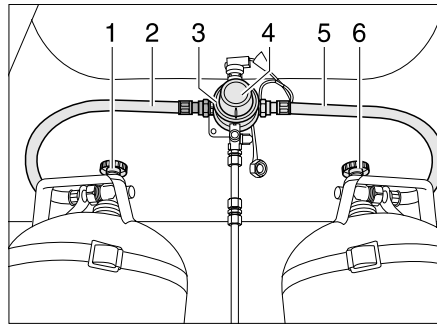
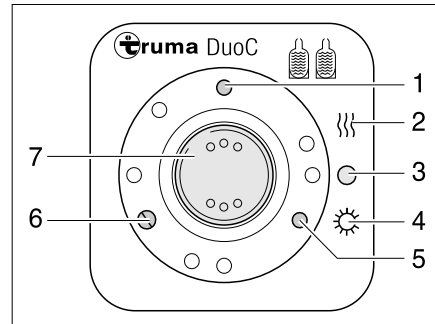

Bild 147 DuoControl-Umschaltanlage
Bild 148 Bedieneinheit
Die DuoControl-Umschaltanlage besteht aus einem Umschaltventil (Bild 147,3) und der Bedieneinheit (Bild 148). Das Umschaltventil ist zwischen den Gasschläuchen (Bild 147,2 und 5) montiert. Mit dem Drehknopf (Bild 147,4) am Umschaltventil kann bestimmt werden, welche der Gasflaschen als Betriebsflasche und welche Gasflasche als Reserveflasche verwendet wird.
An der Bedieneinheit (Bild 148) können nur die elektrischen Funktionen geschaltet werden. Die Haupt-Absperrventile der Gasflaschen (Bild 147,1 und 6) müssen von Hand geöffnet werden.
Das Umschaltventil gewährleistet einen konstanten Gasdruck, unabhängig davon, welche Gasflasche Gas liefert. Die zwei Kontroll-Leuchten an der Bedieneinheit zeigen den Füllstand der Betriebsflasche an. Wenn die grüne Kontroll-Leuchte (Bild 148,6) leuchtet, ist die Betriebsflasche voll. Wenn die rote Kontroll-Leuchte (Bild 148,5) leuchtet, ist die Betriebsflasche leer. Die Gasversorgung erfolgt dann über die Reserveflasche.
- Die Haupt-Absperrventile an den Gasflaschen (Bild 147,1 und 6) öffnen.
- Mit dem Drehknopf (Bild 147,4) am Umschaltventil (Bild 147,3) die Gasflasche wählen, der vorrangig das Gas entnommen werden soll (Betriebsflasche). Den Drehknopf immer bis zum Anschlag drehen.
- An der Bedieneinheit (Bild 148) die DuoControl-Umschaltanlage einschalten. Dazu den Wippschalter (Bild 148,7) auf Winterbetrieb "Ein und Heizen" (Bild 148,2) oder auf Sommerbetrieb "Ein" (Bild 148,4) stellen. Das Umschaltventil ist jetzt entlüftet. Die gelbe Kontroll-Leuchte (Bild 148,1) leuchtet, wenn Winterbetrieb gewählt wird und die Regler-Enteisungsanlage eingeschaltet ist.
- Den Wippschalter (Bild 148,7) auf "0" (Bild 148,3) stellen. Die gelbe Kontroll-Leuchte (Bild 148,1) erlischt.
- Die Haupt-Absperrventile an den Gasflaschen (Bild 147,1 und 6) schließen.
Die Kontroll-Leuchten an der Bedieneinheit (Bild 148,5 und 6) signalisieren im Fahrzeuginneren, ob die Betriebsflasche betriebsbereit ist.
Wenn die grüne Kontroll-Leuchte (Bild 148,6) während des Betriebs erlischt und die rote Kontroll-Leuchte (Bild 148,5) aufleuchtet, ist die als Betriebsflasche gewählte Gasflasche leer und muss gewechselt werden. Die Reserveflasche versorgt die Gasverbraucher weiterhin mit Gas.